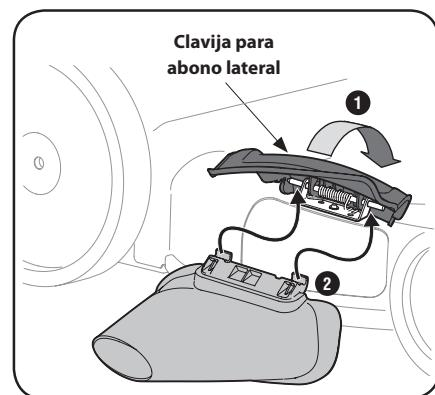

Figura 3-5
- En el costado de la cortadora, levante el adaptador para abono lateral. Consulte la Figura 3-5.